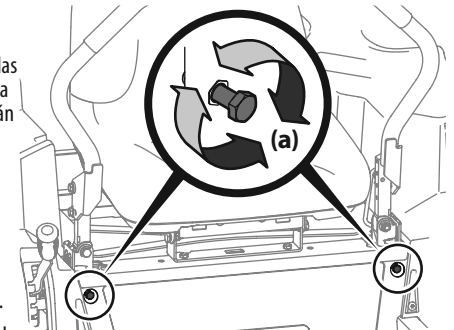

Figura 44
2. Ubique los pernos del ajuste de detención de las palancas de control de la transmisión (a) que están en el frente del marco de asiento. Consulte la Figura 44.